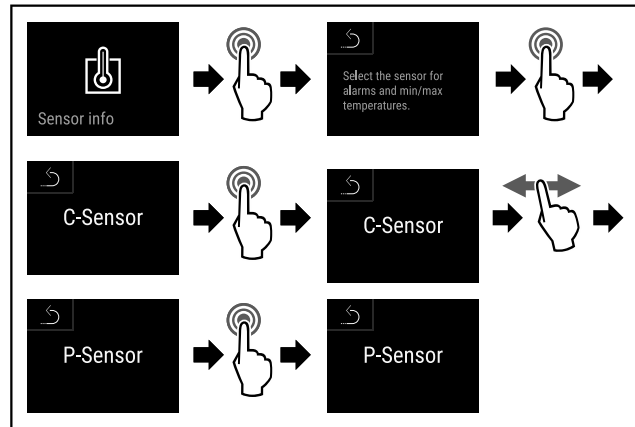

Fig. 174
- ▶ Hajtsa végre a művelet lépéseit (lásd Fig. 174) .